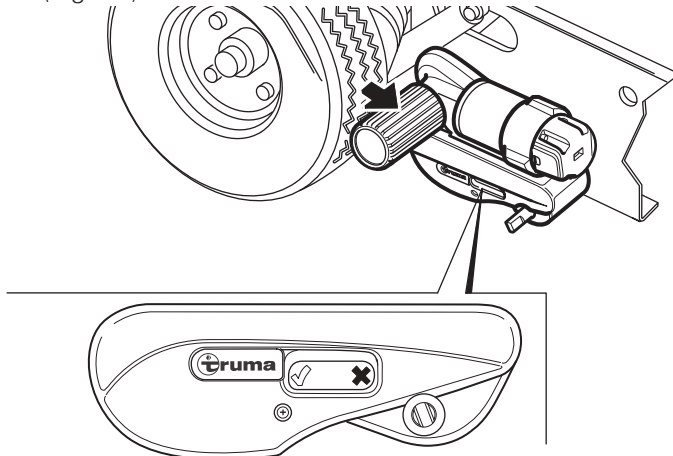

Fig. 32
- Le repliage a réussi lorsque l'affichage d'état sur le boîtier du système de manœuvre indique ✕ (Fig. 32).